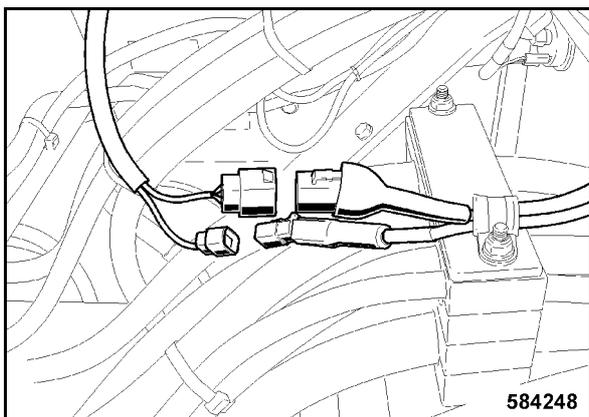

Рис. 230
- Установить штекерное соединение кондиционера (Рис. 230).